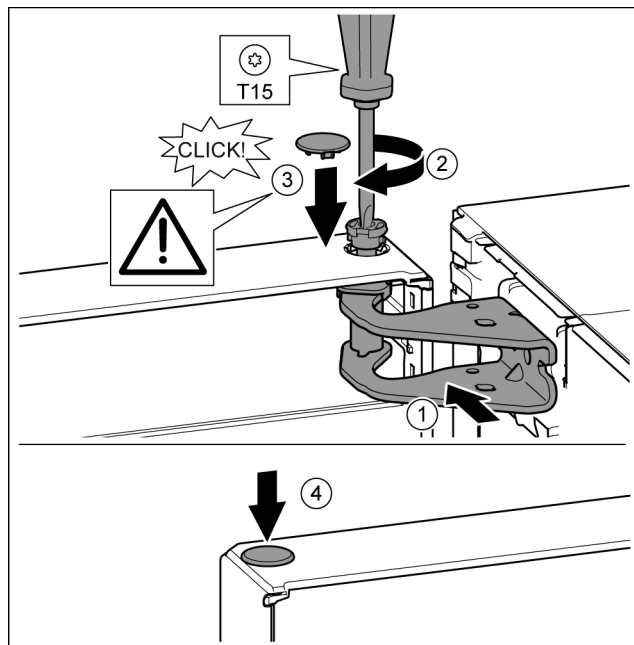

Fig. 21
- ▶ 将门的上方对准托架中的开口。Fig. 21 (1)
- ▶ 放入螺栓并用 T15 螺丝刀拧紧。Fig. 21 (2)
- ▶ 安装冰箱门安全装置的安全盖：放入安全盖并检查其是否在门上。此外将螺栓完全插入。Fig. 21 (3)
- ▶ 放上堵头。Fig. 21 (4)